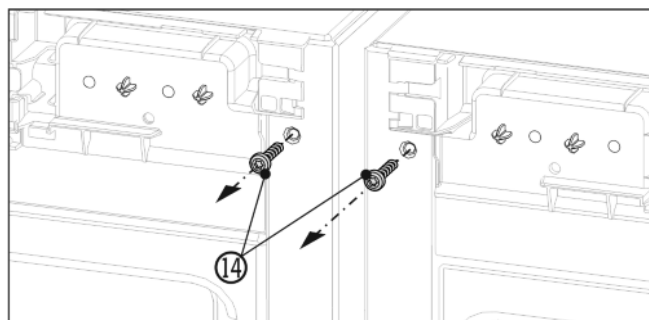

Fig. 6
- ▶ Pred montážou horného uholníka vyskrutkujte obe uzemňovacie skrutky Fig. 6 (14).